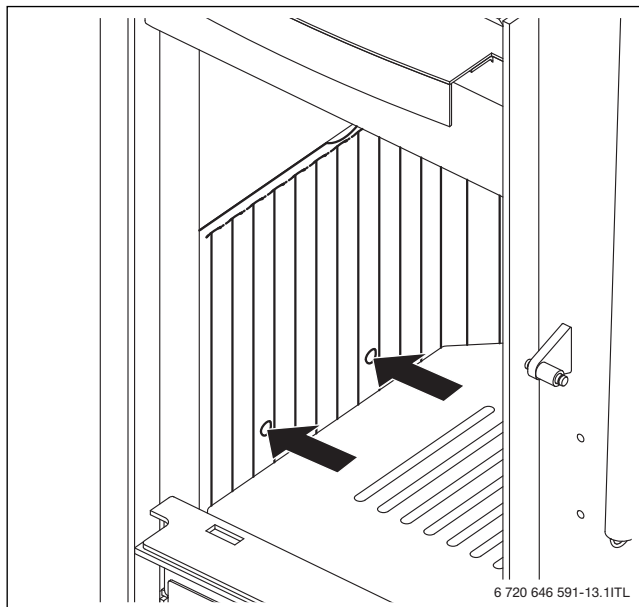

Bild 19 Primärluftöffnungen
- Prüfen, ob die Primärluftöffnungen verschmutzt sind und ggf. reinigen (→ Bild 19, Seite 24).